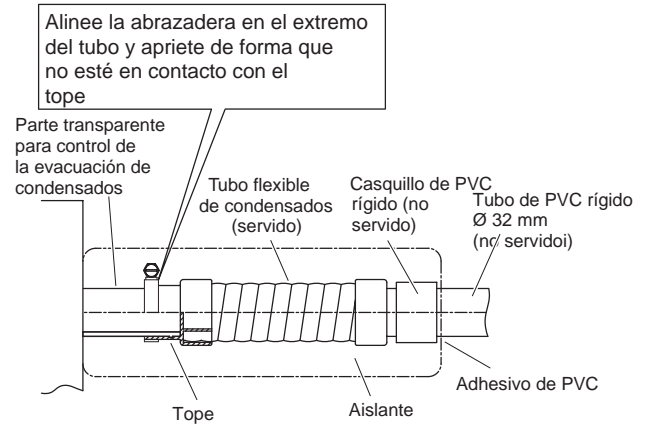

Fig. 3-10a
1. Use un tubo de PVC rígido (\varnothing ext. 32 mm) para la evacuación y utilice el tubo flexible y la abrazadera suministrados. (Fig. 3-10a)